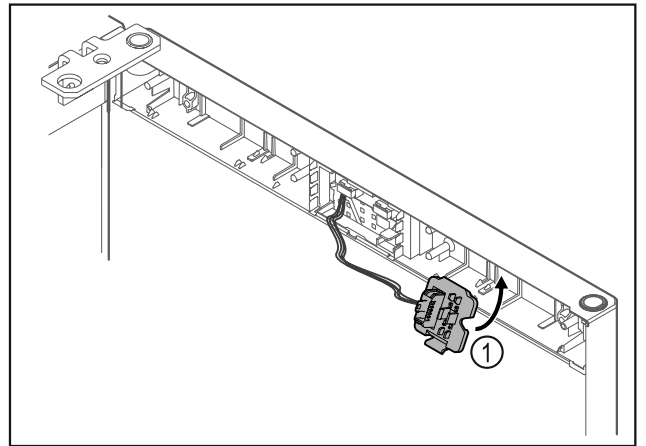

Fig. 21
- ▶ Mbërtheni mbajtësen e spinës Fig. 21 (1) në anën tjetër.